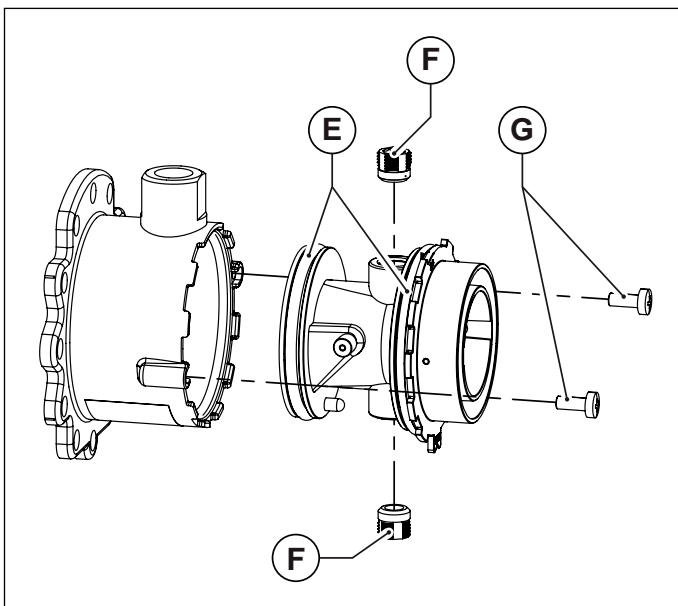

Fig. 34 Cuerpo de plástico del mezclador
- Extraer el cuerpo de plástico del mezclador, desatornillando los dos tornillos de fijación (ver Fig. 34 Cuerpo de plástico del mezclador).
- Desatornillar las dos boquillas del mezclador utilizando una llave Allen de 6 mm (ver Fig. 34 Cuerpo de plástico del mezclador).
- Volver a montar nuevamente el cuerpo de plástico (Venturi) introduciéndolo en el mezclador y atornillándolo con los tornillos de fijación, teniendo cuidado de no dañar las juntas tóricas que están montadas en los extremos del cuerpo de plástico (ver Fig. 34 Cuerpo de plástico del mezclador) y respetar la orientación del montaje (ver Fig. 35 Orientación de montaje).
- Montar el mixer ensamblado al ventilador con los tornillos Allen, teniendo cuidado de reposicionar la junta tórica de estanqueidad entre el mixer y el ventilador (ver Fig. 34 Cuerpo de plástico del mezclador).